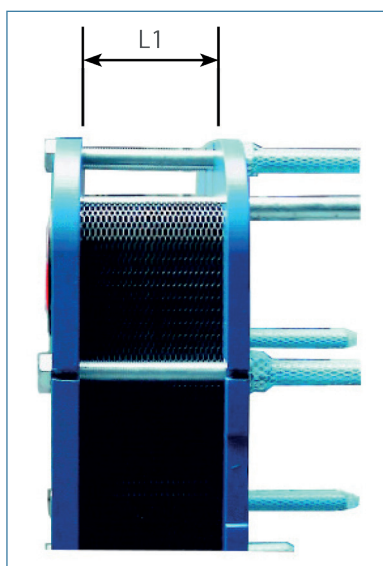

Fig 12
- Sammenspændingen er fuldført, når afstanden mellem de indvendige sider af begge dæksler svarer til "A" afstanden som vist på tegningen (se fig. 12). Denne afstand kan også udregnes ved at anvende følgende formel: